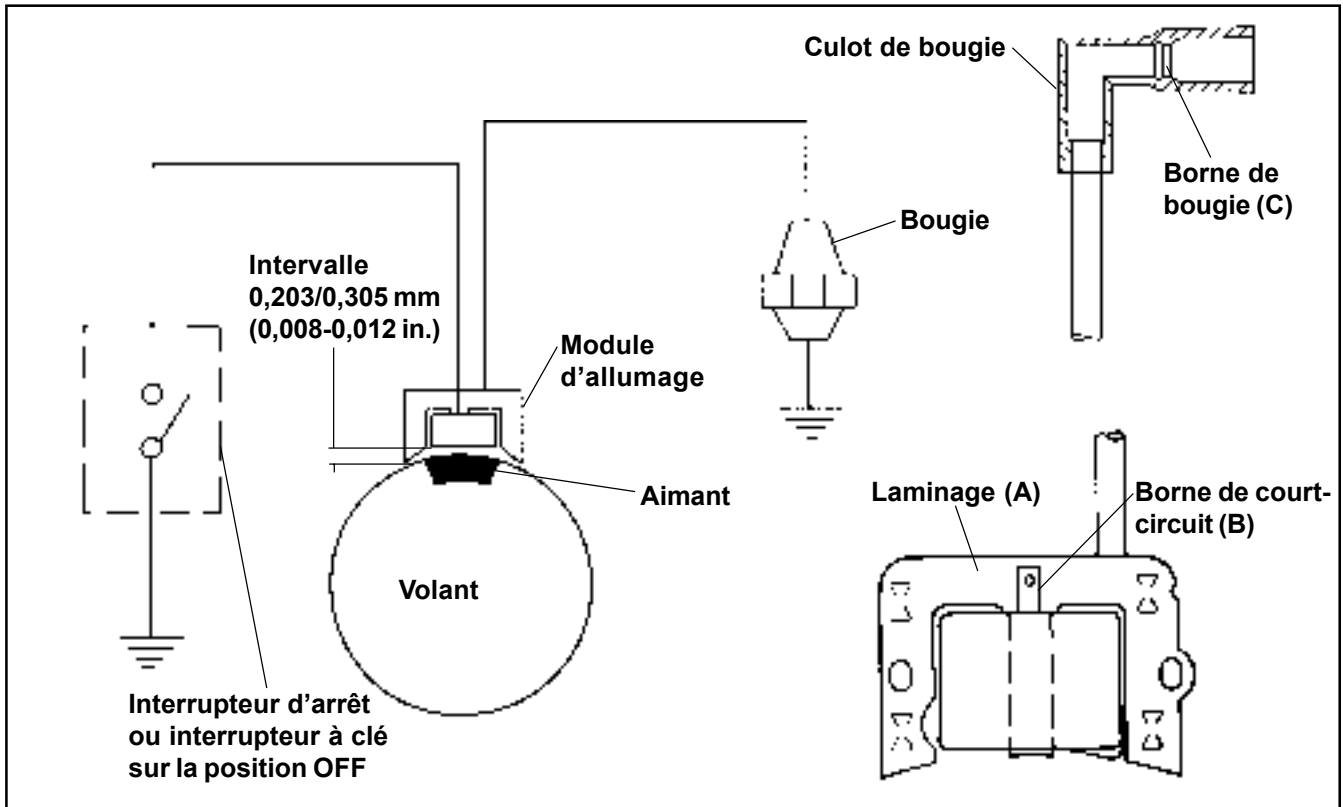

Figure 7-2. Système d'allumage électronique.
4. Mesurer la résistance de l'enroulement secondaire du module à l'aide d'un ohmmètre (voir les Figures 7-2 et 7-5). Mettre l'ohmmètre à zéro avant d'effectuer le test. Connecter un câble de l'ohmmètre aux laminages (A). Connecter l'autre câble à la borne de la bougie (C) du câble de la borne haute. Une fois les câbles de l'ohmmètre connectés de cette manière, la résistance de l'enroulement secondaire doit être de 7900 à 18400 ohms . REMARQUE ! Ce test ne peut être effectué que si le module a été allumé au moins une fois.	4. Si la résistance est faible ou de 0 ohms , l'enroulement secondaire du module est court-circuité. Remplacer le module.* Si la résistance est élevée ou infinie , l'enroulement secondaire du module est ouvert. Remplacer le module.* Si la résistance est comprise dans les valeurs indiquées, l'enroulement secondaire du module est en bon état. *Se reporter aux Sections de démontage et de remontage pour consulter les procédures de démontage et d'installation du module d'allumage complet.